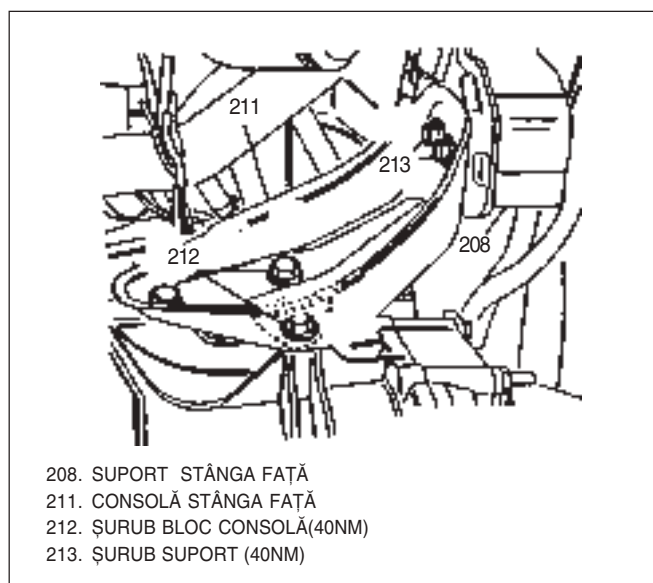

Fig. 6 Suptorul grupului motor-cutie de viteze
- 3) Șuruburile de fixare ale suptorului dreapta față de consola intermediară (213, Fig. 6).
- 4) Șuruburile de fixare a consolei dreapta față, pe blocul motor(215, Fig. 6).
- 5) Piulițele de fixare a suptorului dreapta față(219) și șaibele(218) pe consolă(217).
- 6) Șuruburile de fixare a consolei stânga pe suptor (213).
- 8) Șuruburile(210) și șaibele(209) suptorului stânga.
- 9) Suptorul spate (201), piulițele(205), șurubul(202) și șaiba(204).
10) Suportul spate de pe șasiu, șuruburile(207) și șaiba(206).